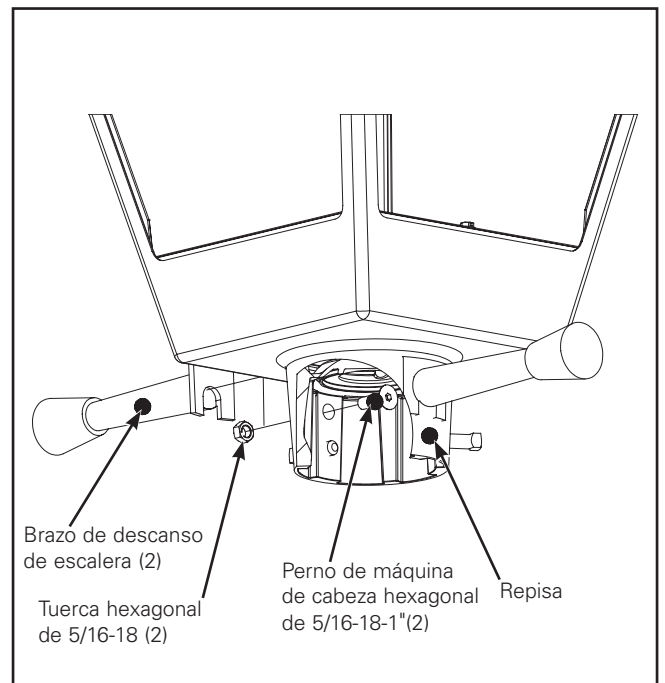

Figura 7.
4. Apriete el perno de la máquina con cabeza hexagonal desde la base de la luminaria. (Figura 7.)